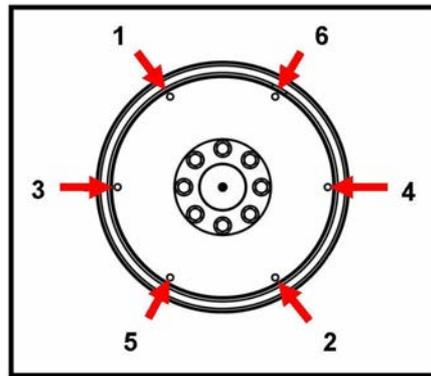

ABBILDUNG 15. ANZUGSREIHENFOLGE
10. Kupplungsbefestigungsschrauben am Schwungrad in der Reihenfolge festziehen wie dargestellt in Abbildung 15 auf Seite 27.